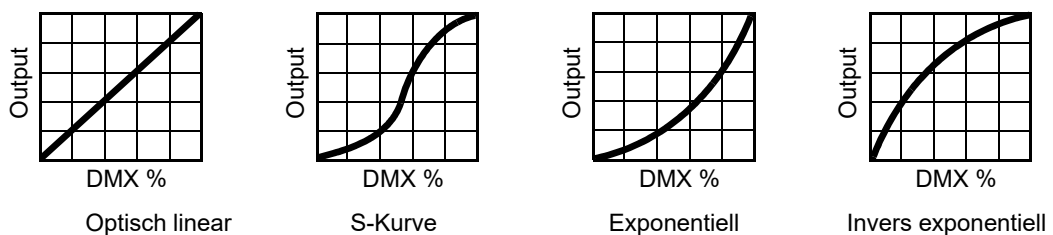

Bild 3: Dimmerkurven
- DIMMER CURVE stellt vier Dimmerkurven zur Verfügung (siehe Bild 3):